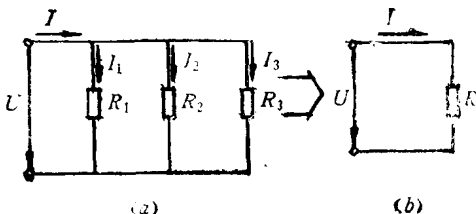

图 1-1 电阻的并联电路及其等效电路
(7) 电阻的并联: 将几个电阻的首端与首端、末端与末端分别连接在一起, 使作用在这几个电阻上的电压为同一个电压, 则这几个电阻的连接方式称为并联, 如图1-1。